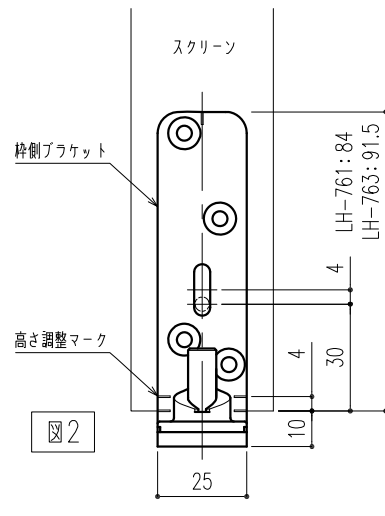

図2
下部：図2の様に、高さ調整マークとスクリーン下面を合わせて取付けます。
- ・常閉設定：下側マーク（図2は常閉時）
② 扉側ブラケット取付け